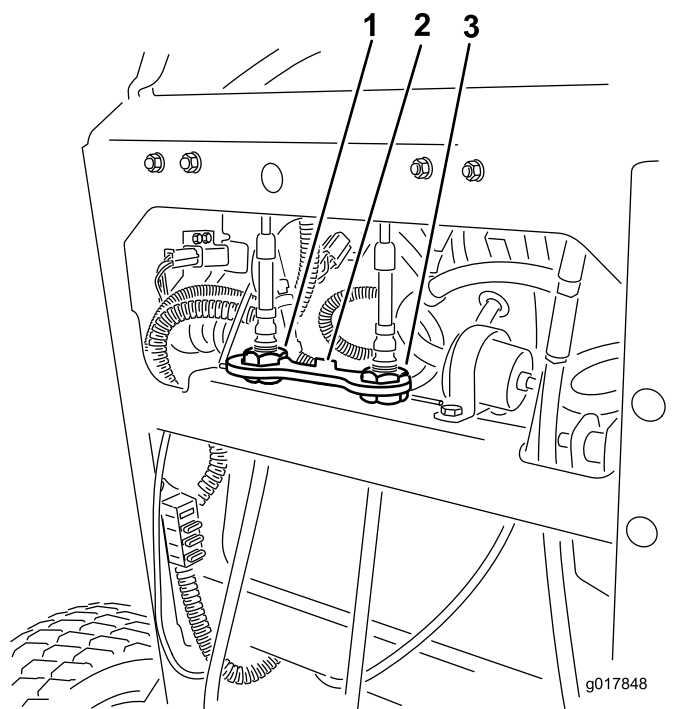

Figure 54
4. Tournez le dispositif de réglage du câble droit pour placer le levier de commande de déplacement droit au centre de la fente de blocage du point mort du panneau de commande (Figure 54).